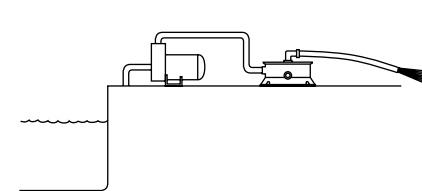

Figura 17
3. bajar el nivel del agua en la piscina o jacuzzi/bañera termal (ver figura 17).